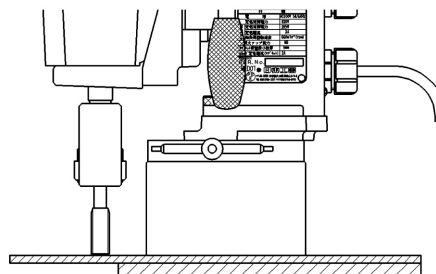

図5
- 被加工物の厚さは5mm以上必要です。(図5)
被加工物の厚さが薄いとマグネットの吸着力が弱く、横ズレや浮き上がることがあります。このような場合には被加工物の裏面に厚さ10mm程度でマグネットより大きめの鉄板を当ててください。(図5)